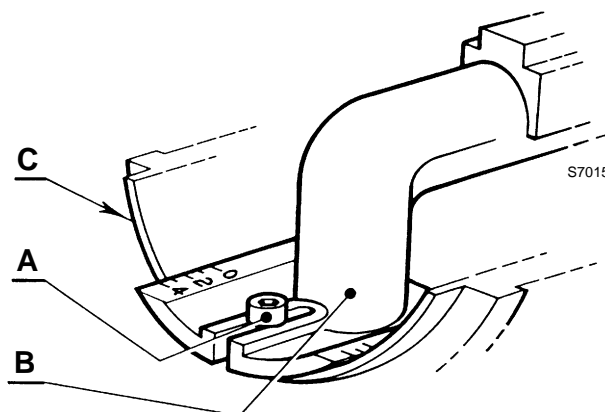

Fig. 11
- aflojar el tornillo A)(Fig. 11), desplazar el codo B) de manera que el plano trasero del manguito C) coincida con la marca deseada;